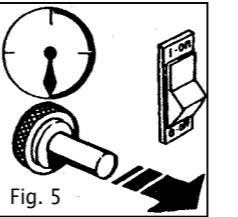

Fig. 5
- När flamman tänds ska du hålla ventilknappen intryckt i cirka 10 sekunder (bild 5). Om värmaren släcks när du släpper ventilknappen ska du vänta en minut, upprepa startproceduren och hålla ventilknappen intryckt längre.